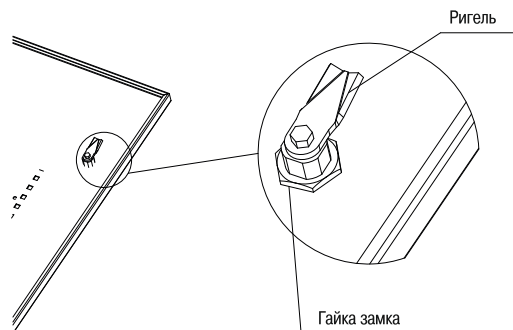

Рисунок 4
1.5 Переверните корпус вокруг продольной оси таким образом, чтобы дверь оказалась сверху. Установите замки на дверь (рисунок 4).